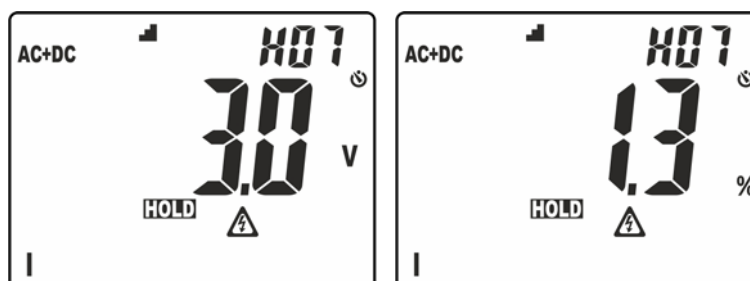

Fig. 4: Visualizzazione ordinamento ampiezze analisi armonica
- Pressione prolungata del tasto (almeno 2s) per attivare la funzione **H₂O** (**H**igher **H**armonic **O**rdining) di ordinamento dell'ampiezza delle armoniche. In tali condizioni, la funzione "HOLD" è automaticamente attivata, il simbolo "▬" è presente a display, la barra grafica è disabilitata e lo strumento mostra il valore delle ampiezza di tutte le armoniche comprese tra l'ordine 2 e il 25, in **ordine decrescente** a partire dall'armonica di ampiezza maggiore come mostrato in Fig. 4
Nell'esempio di Fig. 4 l'armonica di ampiezza maggiore corrisponde all'ordine 7. Premere il tasto \blacktriangle per osservare le ampiezze delle restanti armoniche e premere nuovamente il tasto **H/H%/H▬** per passare dalla visualizzazione in valori assoluti o percentuali. Ruotare il selettore per uscire dalla funzione